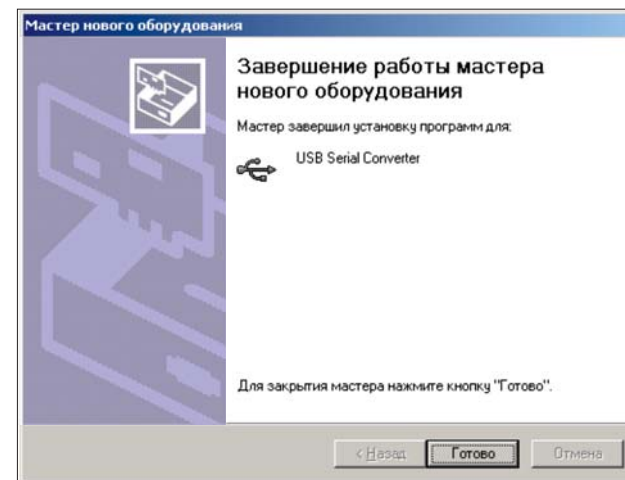

Рис. 3.8
14. Затем появится диалоговое окно окончания установки, рис. 3.8.